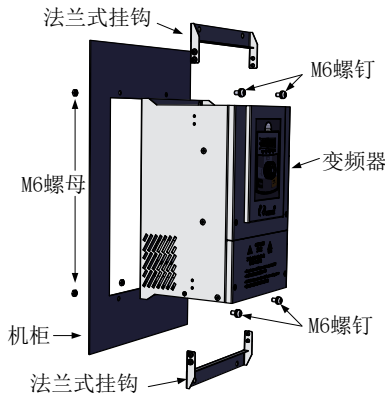

图3-3. CM530H-4T变频器钣金结构45~55kW穿墙式安装图
- 具体见图3-3 CM530H-4T变频器钣金结构45~55kW穿墙式安装图。